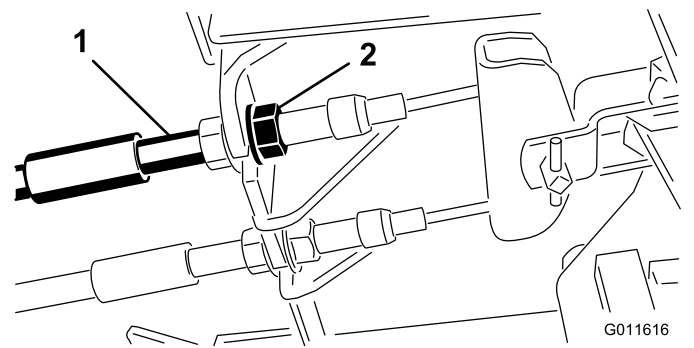

Figura 96
1. Para reduzir a folga dos pedais dos travões, aperte os travões desapertando a porca dianteira que se encontra na extremidade roscada do cabo dos travões (Figura 96).